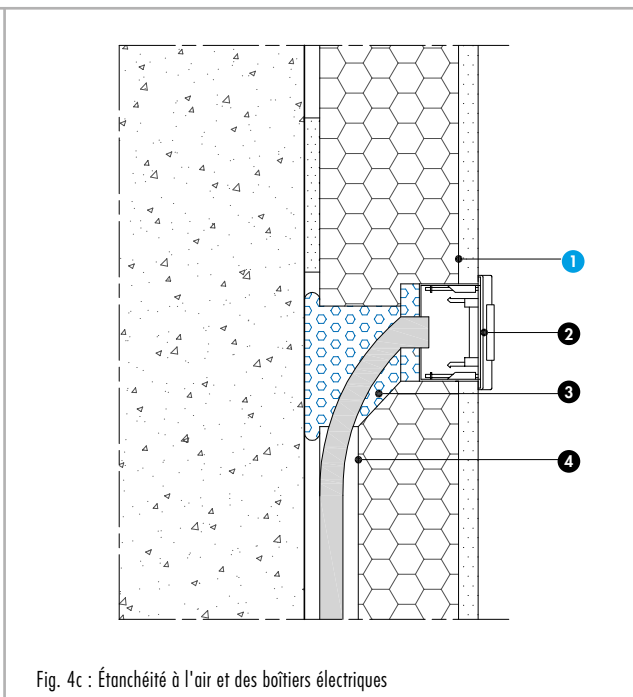

Fig. 4c : Étanchéité à l'air et des boîtiers électriques
**Nomenclature de la figure 4c**